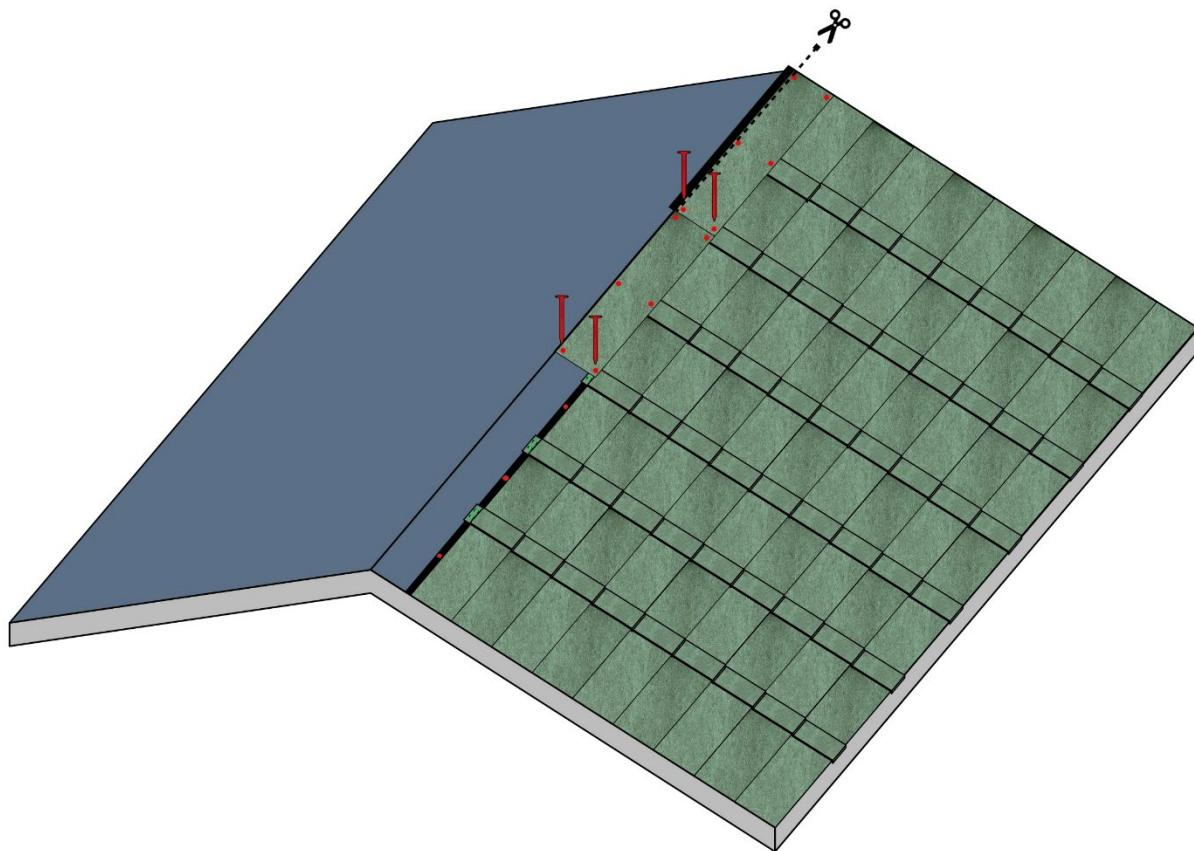

Fig. 12 – Posa delle tegole al colmo
- L'ultima fila di tegole bituminose dovrà sporgere oltre la linea di colmo; la parte eccedente verrà tagliata in corrispondenza della linea di colmo – Fig. 12.